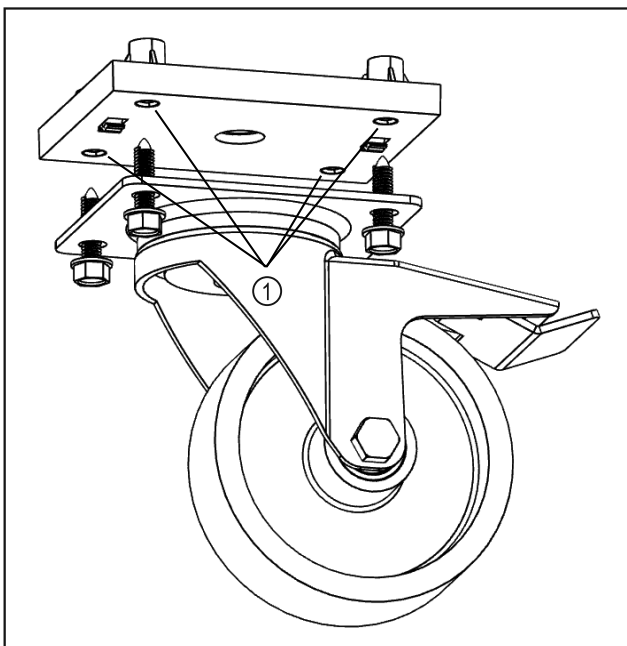

Fig. 9
- ▶ Namontujte voliteľné kolieska na uvedených miestach. Fig. 9 (1)